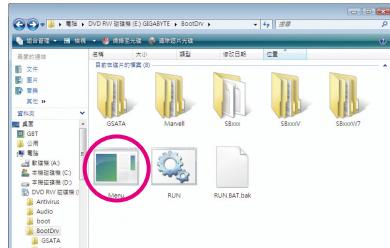
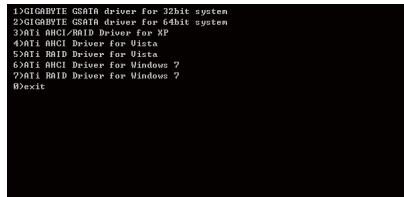

图2
图3
- 2: 进入光盘中「BootDrv」文件夹，双击「Menu.exe」文件(图2)后会出现「命令提示字符」画面，内含如图3的控制器选单。
- 3: 放入空白软盘。按下SATA控制器驱动程序代码后再按<Enter>键。以图3的选单为例，若要安装Windows XP操作系统到AHCI或RAID SATA硬盘，请选择「3) ATI AHCI/RAID Driver for XP」。